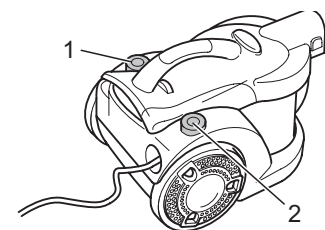

Abb. 13
1. Schalten Sie den Bodensaugsauger am Ein-/Aus-Schalter (Abb. 13/1) aus und ziehen Sie den Stecker aus der Steckdose.
3. Drücken Sie die Kabelaufrolltaste (Abb. 13/2), um das Stromkabel einzuziehen.